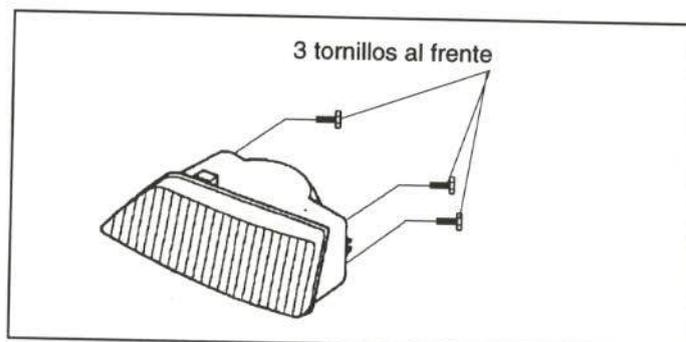

Figura 16.- Fijación del faro
El faro va fijado mediante tornillos. En la figura 16 se muestra su fijación.
- Faros (figura 16).